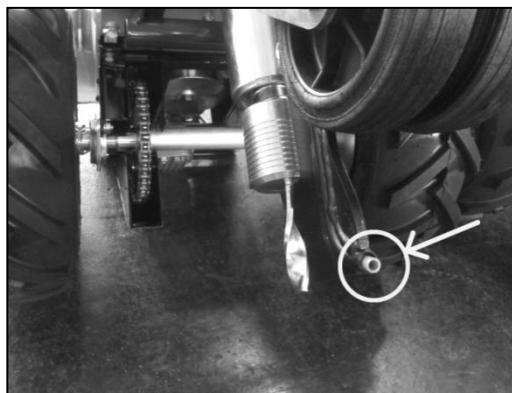

Fig. 2
- Vérifier l'intégrité du trou de sortie du câble périphérique de l'ailette pour la pose souterraine (Fig. 2). Vérifier notamment l'intégrité du tuyau flexible à l'intérieur de l'ailette. Dans le cas où celui-ci serait endommagé, le remplacer. Vérifier en outre l'absence de toute coupure le long du contour du trou de l'ailette et que le bord du trou même ne soit pas tranchant ou découpé. En cas d'endommagement, remplacer l'ailette.